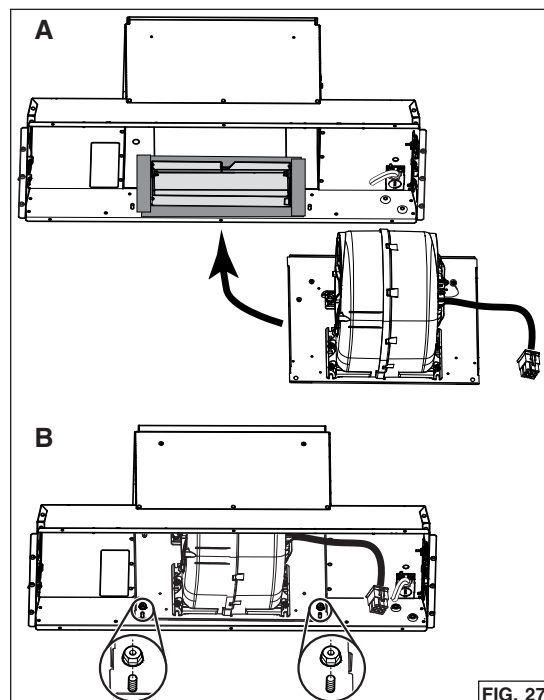

FIG. 27
- Inserte el ventilador y su placa al interior de la campana, donde estaba la placa trasera (A). Fije la placa a la campana usando las 2 tuercas retiradas previamente al paso 8 en la página 11 (B) (FIG. 27).